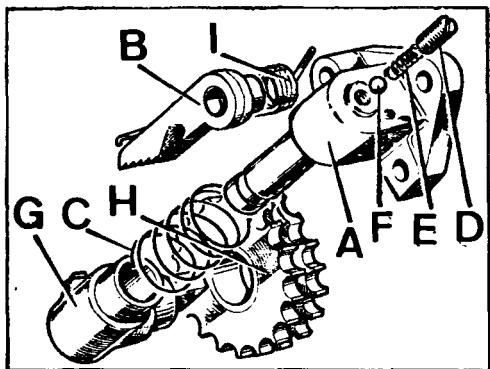

Fig. A1-F Desarmado del tensor hidráulico
- 3.1. Instalar la bola o válvula, F (Fig. A1-F), el muelle, E, y el tapón, D, frenando este último con dos granetazos sobre la rósca.